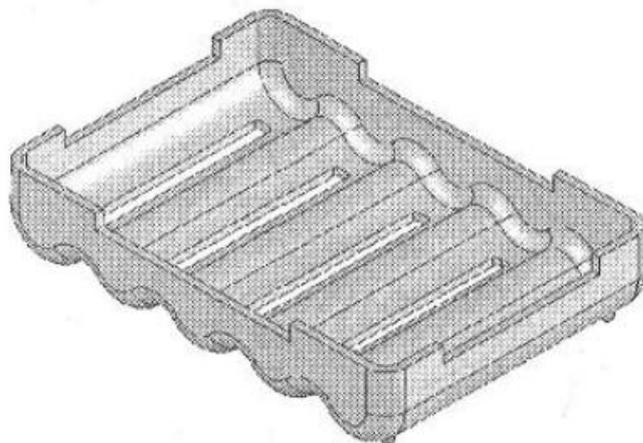

Рис. 4.24. Окончательный вид модели
5. Размножьте ножку, используя инструмент Linear Pattern (Линейный массив). Изометрический вид готовой модели приведен на рис. 4.24.